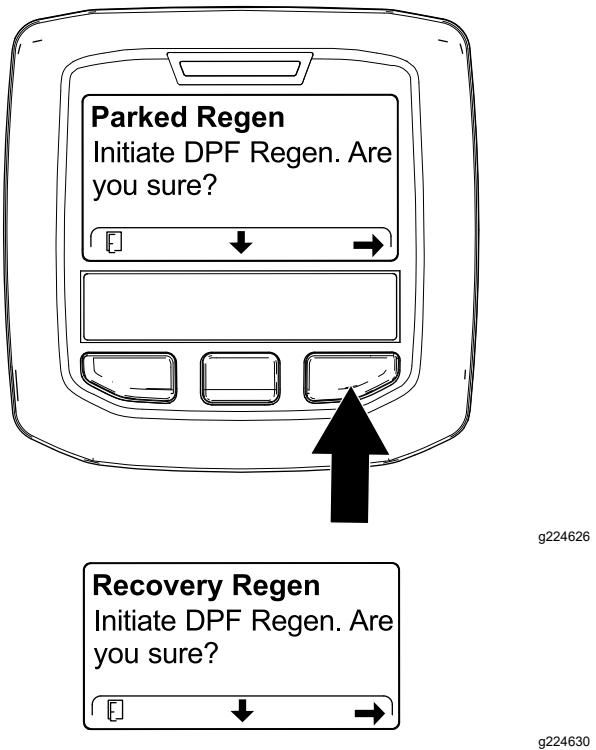

Figure 92
4. Sur l'écran INITIATE DPF REGEN (lancer régén. du FAP), appuyez sur le bouton droit pour continuer (Figure 92).